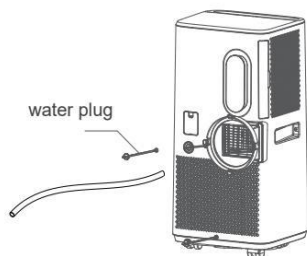
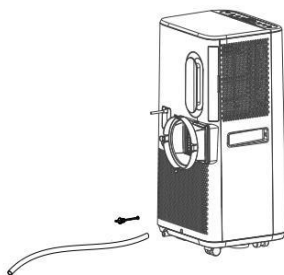

Fig.11
Fig.12
- Si vous raccordez le tuyau d'eau, sortez d'abord le bouchon d'eau, prenez le tuyau d'eau, placez-le directement contre la sortie d'eau et appuyez dans le sens de la flèche. La figure 11 montre le raccordement d'eau en mode de déshumidification et la figure 12 montre le raccordement d'eau à la sortie pour vider le réservoir d'eau.